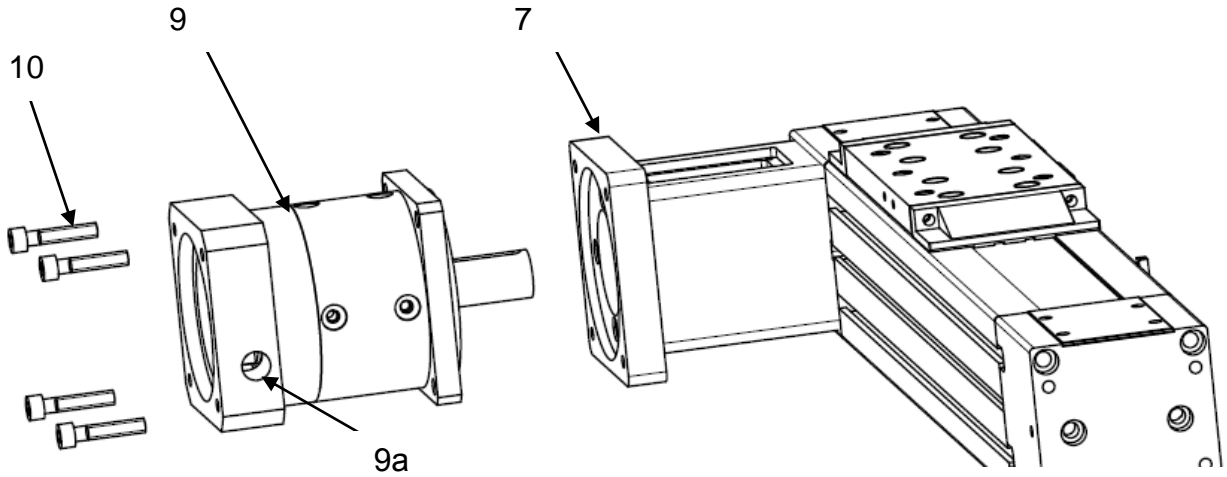

Рисунок 6 – Установка редуктора.
4) установить редуктор (поз. 9) на фланец (поз. 7) с помощью винтов (поз. 10) (см. рисунок 6); после этого затянуть муфту через отверстие в корпусе (поз. 9а);